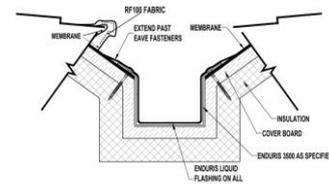

Fig 4
- D. **Interseção de telhados e calhas** – Cortar a sobreposição de telhas sobre calhas o mais rente possível ao topo da calha, aplicar uma demão do Enduris de no mínimo de 0,5mm de espessura na calha e na telha, posicionar a tela de reforço de forma que sobre no mínimo 5cm para cada lado e aplicar uma segunda de mão de Enduris de pelo menos mais 0,6mm de espessura. **(Fig.4)**